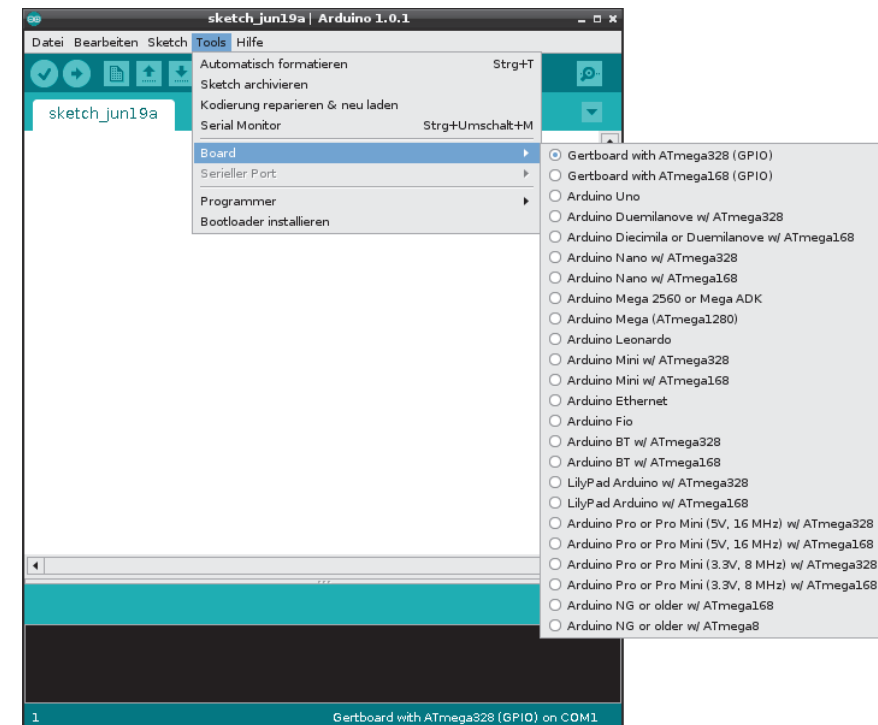

Abbildung 14.13 Auswahl des verwendeten Mikrocontrollers
- ▶ Navigieren Sie zu **TOOLS • BOARD**, und aktivieren Sie den Eintrag **GERTBOARD WITH ATMEGA168 (GPIO)** beziehungsweise **GERTBOARD WITH ATMEGA328 (GPIO)** (siehe Abbildung 14.13).